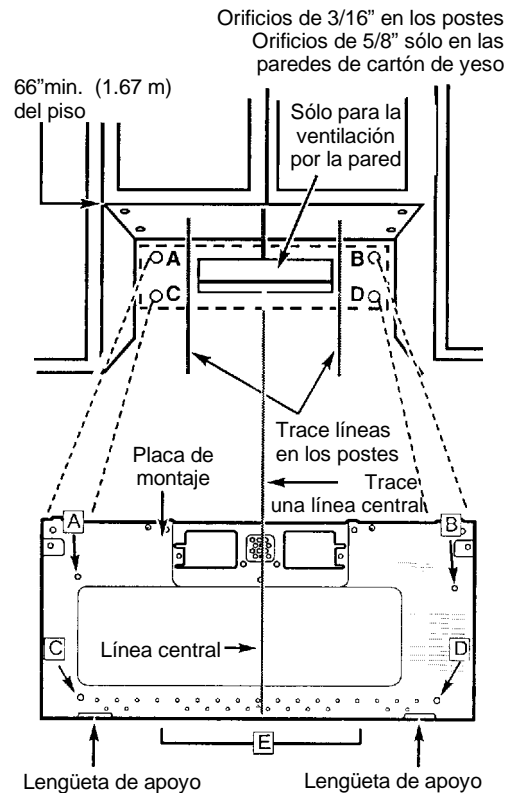
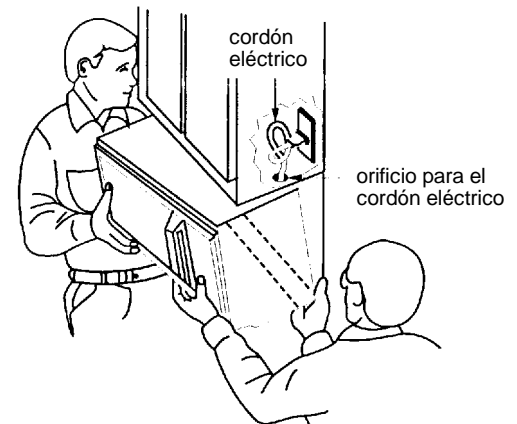

Figura 26
Figura 30
1. Levante cuidadosamente el horno de microondas y cuélguelo en las lengüetas de apoyo (vea la Figura 26 en la parte inferior de la placa de montaje). Atravesándose por el gabinete superior, pase el cordón eléctrico a través del orificio para el cordón en la parte inferior del gabinete superior. Vea la figura 30.